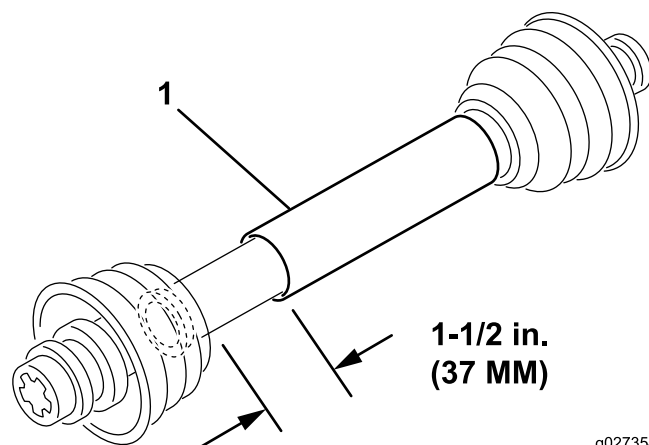

Bild 4
3. Bei der geringsten Länge müssen die beiden Hälften der Zapfwelle mindestens 37 mm zusätzlichen Abstand oder Zusammenklappraum aufweisen (Bild 4).